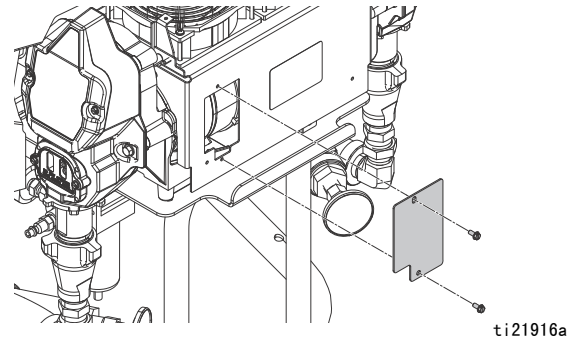

图 19：电动机的电刷
- a. 取下两个螺栓和检修盖板。参见图 19。
- b. 取下两个螺栓和检修盖板。参见图 19。